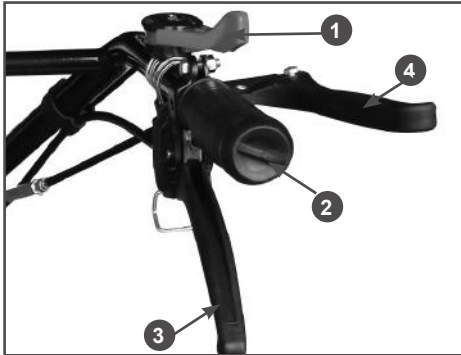

Рис. 13 Правая рабочая рукоятка
Рычагом газа 1 (Рис. 13) регулируйте скорость движения мотоблока
1. Исходное положение рычаг переключения передач в нейтральном положении (0).
4. Нажмите на рычаг реверса 3 (Рис.13).